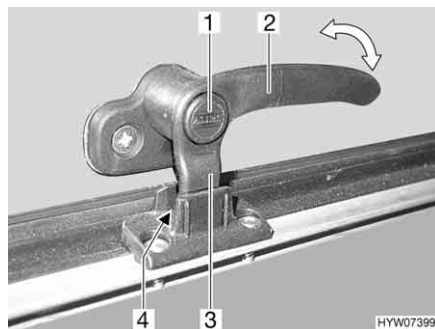
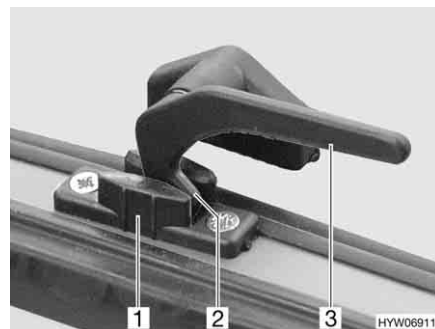

Bild 69 Låsarm med låsknapp i läget "kontinuerlig vädring"
Bild 70 Låsarm i läget "kontinuerlig vädring"
- I läget "kontinuerlig vädring" (Bild 69 och Bild 70)
- Tryck på låsknappen (Bild 69,1) om sådan finns och håll den nedtryckt.
- Sväng låsarmen (Bild 69,2 eller Bild 70,3) ett kvarts varv mot fönstrets mitt.
- Vrid tillbaka låsarmen. Därvid måste låsarmens låsspak (Bild 69,3 eller Bild 70,2) föras in i spåret på fönsterlåsen (Bild 69,4 eller Bild 70,1).
- Släpp låsknappen (Bild 69,1) om sådan finns.